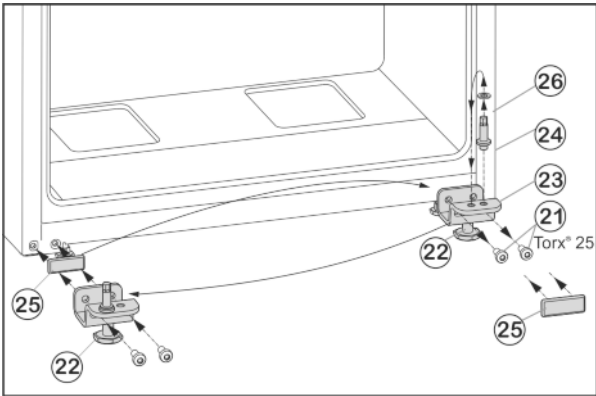

Fig. 9
- ▶ Dévisser les vis de fixation Fig. 9 (21).
- ▶ Retirer l'ensemble du support de palier inférieur Fig. 9 (23) avec le boulon de palier Fig. 9 (24), la rondelle Fig. 9 (26) et le pied de réglage Fig. 9 (22).
- ▶ Dévisser l'ensemble du boulon de palier Fig. 9 (24) avec la rondelle Fig. 9 (26), déplacer le tout dans le trou de préhension du côté opposé du support de palier et revisser fermement.
- ▶ Retirer avec précaution la plaque de recouvrement Fig. 9 (25) et la déplacer du côté opposé.
- ▶ Revisser l'ensemble du support de palier inférieur Fig. 9 (23) avec le boulon de palier Fig. 9 (24), la rondelle Fig. 9 (26) et le pied de réglage Fig. 9 (22) du côté de la nouvelle charnière, au besoin à l'aide d'une visseuse sans fil (**en appliquant un couple de 4 Nm**).
- ▶ Placer la porte à partir du haut sur le boulon de palier Fig. 9 (24).
- ▶ Dévisser le pied de réglage Fig. 9 (22) sur le support de palier inférieur Fig. 9 (23) jusqu'à ce qu'il repose au sol.